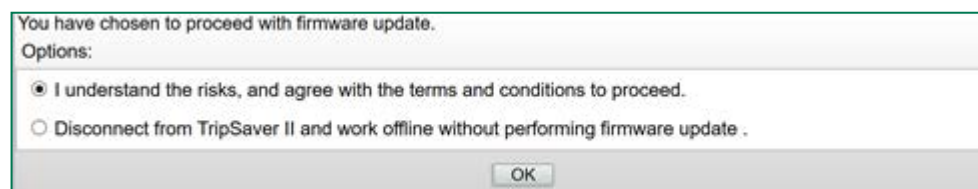

Figura 54. Caixa de diálogo de Termos e Condições da atualização de firmware.
PASSO 6. Uma segunda caixa de diálogo é apresentada. Ver Figura 54. Concorde com os termos e condições selecionando a opção **I understand the risks, and agree with the terms and conditions to proceed** (Eu entendo os riscos e concordo com os termos e condições para prosseguir). Em seguida, clique no botão **OK**. Se em vez disso for desejado abortar a atualização de firmware, selecione a opção **Disconnect from the TripSaver II and work offline without performing firmware update** (Desconectar do TripSaver II e trabalhar offline sem realizar atualização de firmware). Ao final clique no botão **OK**.